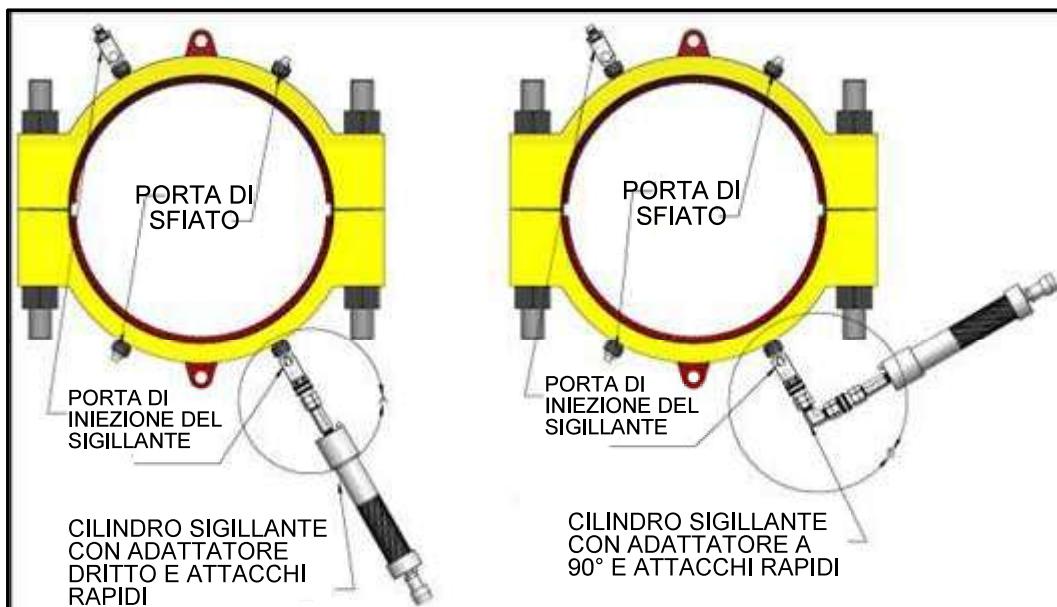

Figura 5
4. Collegare il cilindro del sigillante alla valvola di iniezione chiusa posizionata nella parte inferiore o più lontana dalla perdita attiva. Se lo spazio è limitato, utilizzare un adattatore a 90 gradi e/o un tubo flessibile. (Vedi Figura 5). Iniziare l'iniezione del sigillante nella valvola di iniezione chiusa. Una volta che la pressione inizia a salire sulla pompa (minimo 500 psi), aprire la valvola per iniettare il sigillante.
Figura 5 esploso